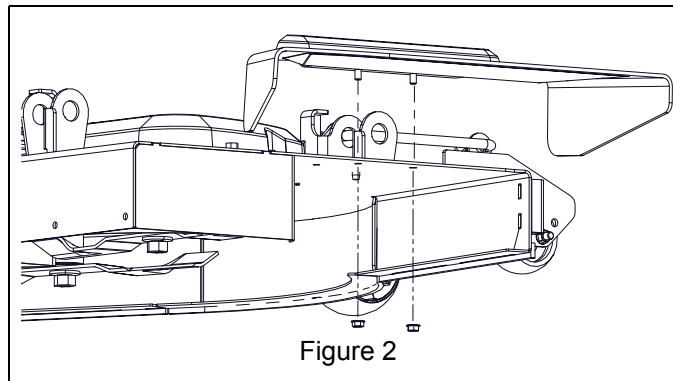

Figure 2
4. Déposer les deux écrous à embase à verrou supérieur de 5/16" qui fixent la goulotte d'éjection et retirer la goulotte d'éjection. Conserver toutes les pièces pour travailler sans le kit à paillis. Voir Figure 2.